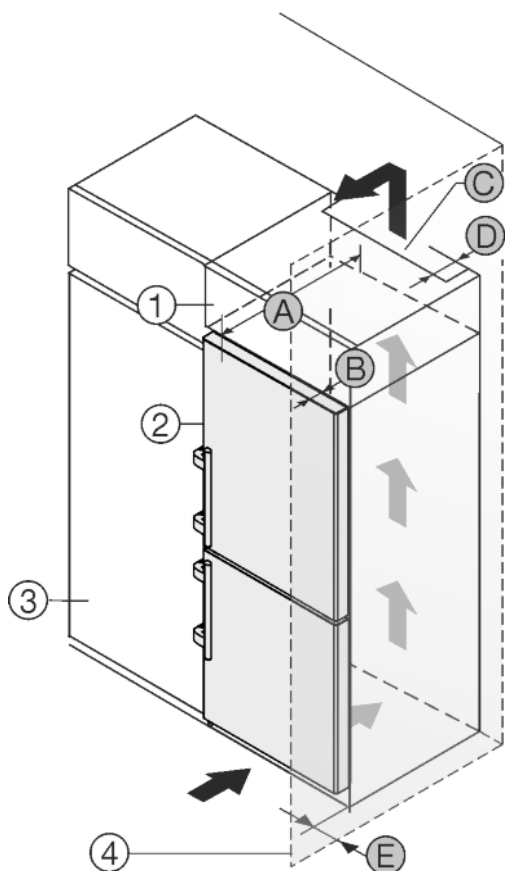

Fig. 43
Urządzenie może zostać obudowane szafkami kuchennymi. Aby dopasować urządzenie Fig. 43 (2) do wysokości ciągu szafek kuchennych, można nad urządzeniem umieścić szafkę nasadzaną Fig. 43 (1).
Urządzenie można ustawić bezpośrednio obok szafki kuchennej Fig. 43 (3). By móc całkowicie otworzyć drzwi, urządzenie musi wystawać przynajmniej o głębokość Fig. 43 (B) za front szafki kuchennej. W zależności od głębokości szafek kuchennych oraz od zastosowania elementów dystansowych urządzenie może wystawać jeszcze bardziej.
- Na tylnej ścianie szafki nasadzonej wymagany jest wywiewny kanał wentylacyjny o głębokości Fig. 43 (D) na całej szerokości szafki.
- Pod sufitem pomieszczenia należy zachować przekrój odpowietrzający Fig. 43 (C).
Jeżeli urządzenie będzie ustawiane z zawiasami do ściany Fig. 43 (4), to pomiędzy urządzeniem i ścianą należy zachować odstęp Fig. 43 (E). Na taką odległość wystaje klamka przy otwartych drzwiach.